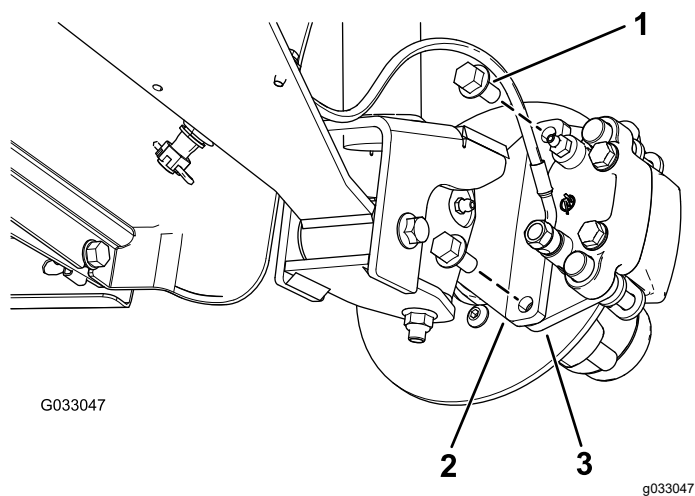
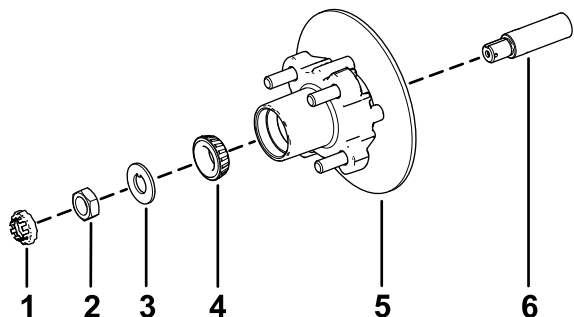

Figura 29
Figura 33
3. Togliete i bulloni a testa flangiata ($\frac{3}{8}$ " x $\frac{3}{4}$ ") che fissano la staffa del gruppo del freno al mandrino e separate il freno dal mandrino (Figura 29).
1. Lubrificate leggermente il mandrino con il grasso specificato (Figura 33).
2. Montate il mozzo e il rotore sul mandrino con il rotore verso l'interno (Figura 33).
3. Montate il cuscinetto esterno sul mandrino e inserite il cuscinetto sull'anello esterno (Figura 33).
4. Montate la rondella di sicurezza sul mandrino (Figura 33).
5. Avvitare il dado del mandrino sul mandrino e serrate il dado a 15 N·m mentre ruotate il mozzo per posizionare in sede il cuscinetto (Figura 33).
2. Allineate le pastiglie dei freni su ciascun lato del rotore (Figura 29) e i fori sulla staffa della pinza con i fori sul supporto del freno del telaio del mandrino (Figura 33).
3. Fissate la staffa del calibro al telaio del mandrino (Figura 29) utilizzando i 2 bulloni a testa flangiata ($\frac{3}{8}$ " x $\frac{3}{4}$ ").